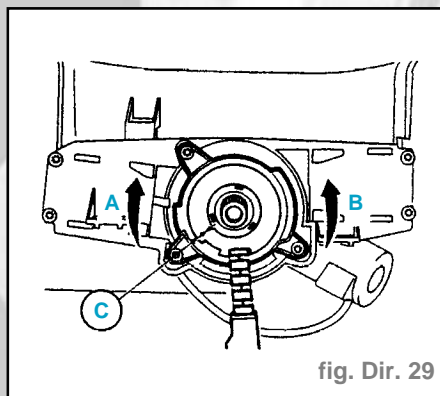

fig. Dir. 29
- Tourner la platine supérieure dans le sens, (A) jusqu'à la butée (fig. Dir. 29).
- Effectuer une rotation inverse dans le sens (8) de la platine en comptant le nombre de tours jusqu'à la butée symétrique.
- Ramener la platine supérieure en position centrale (C), en effectuant une rotation dans le sens (A) de la moitié de la totalité du nombre de tours (soit 2,5 tours environ).
Attention : En position centrale, le faisceau d'alimentation du module volant doit se situer en position (C) (fig. Dir. 29).